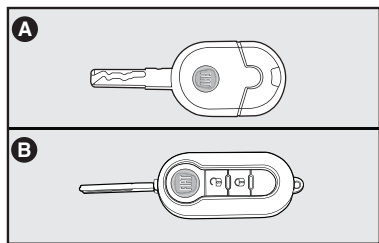

fig. 1
## CHAVES - fig. 1
- Duas chaves (A ou B-fig. 1 conforme a versão).
A chave de ignição possui predisposição para instalação de telecomando a distância A-fig. 1.